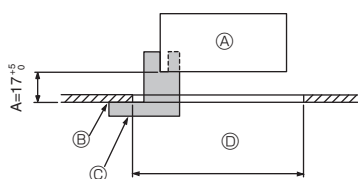
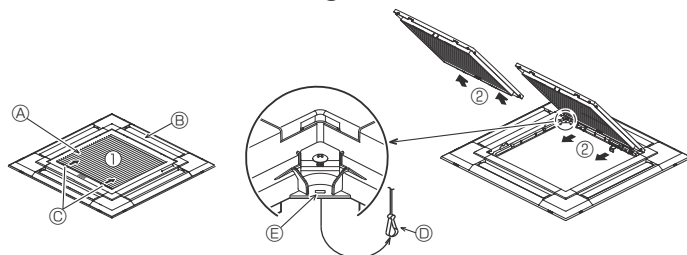
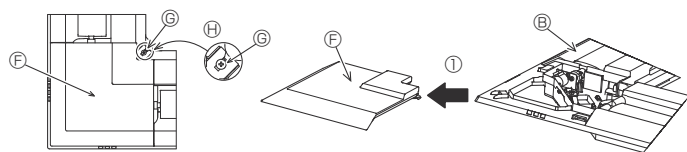

Fig. 9-2
Fig. 9-3
Fig. 9-4
①	Grille	1	950 × 950 (mm)
②	Modello per l'installazione	1	(Diviso in 4 parti)
③	Vite (4 × 16)	1	per PLP-6EAE, PLP-6EALME, PLP-6EALME
④	Pannello angolare i-see sensor	1	per PLP-6EAE, PLP-6EALME, PLP-6EALME
⑤	Telecomando senza fili	1	per PLP-6EALM, PLP-6EALME
⑥	Supporto del telecomando	1	Incluso se è in dotazione il telecomando wireless.
⑦	Batterie AA LR6	2	Incluso se è in dotazione il telecomando wireless.
⑧	Viti autofilettanti da 3,5 × 16	2	Incluso se è in dotazione il telecomando wireless.
9.2. Preparazione dell'attacco della griglia (Fig. 9-2)
- Utilizzando il modello ② fornito con questo kit, regolare e controllare la posizione dell'unità principale rispetto alla superficie del soffitto. Se l'unità principale non è posizionata correttamente rispetto alla superficie del soffitto, potrebbero derivarne perdite d'aria o la formazione di condensa.
- Ⓒ Modello per l'installazione ② (inserito nell'unità principale)
9.2.1. Rimozione della griglia di ingresso (Fig. 9-3)
- Far scorrere le leve nella direzione indicata dalla freccia ① per aprire la griglia di ingresso stessa.
- Con la griglia di ingresso in posizione "aperta", rimuovere la cerniera della griglia stessa, come indicato dalla freccia ②.
9.2.2. Rimozione del pannello angolare (Fig. 9-4)
- Allentare le 4 viti nell'angolo. Far scorrere il pannello angolare nella direzione della freccia ① in figura e rimuovere il pannello.
[Fig. 9-3] [Fig. 9-4]